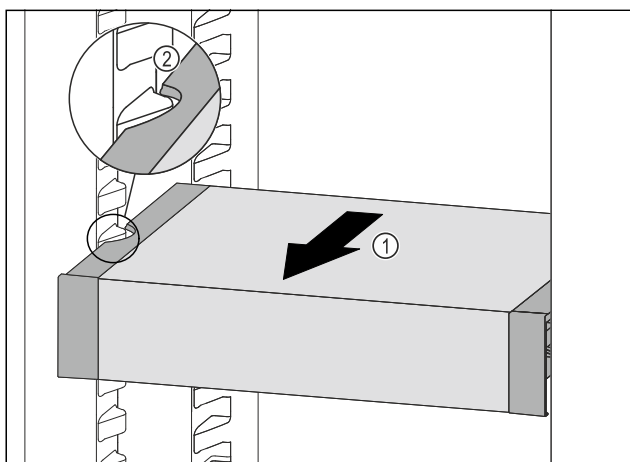

Fig. 132
- Tirer le VarioSafe vers l'avant Fig. 132 (1) jusqu'à ce que les encoches latérales du VarioSafe se trouvent au niveau de la nervure du bac dans la partie réfrigérateur. Fig. 132 (2)